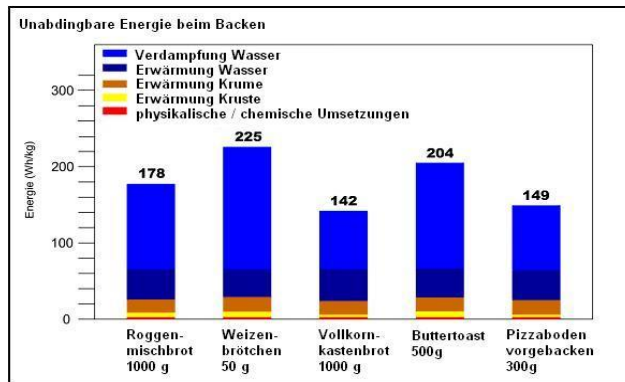

Abbildung 1: Unabdingbarer Energiebedarf beim Backvorgang unterschiedlicher Backwaren
Die beim Backvorgang verbrauchte Energie wird in unabdingbare Energie (UE) und variable Energie (VE) eingeteilt. Abbildung 1 zeigt den unabdingbaren Energieanteil unterschiedlicher Backwaren.